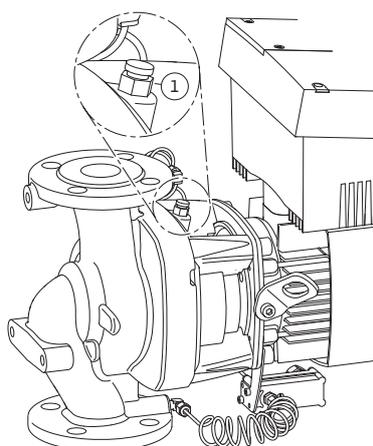

Fig. 51: Válvula de ventilação
6. Despressurizar a bomba, abrindo a válvula de ventilação (Fig. 51, pos. 1).